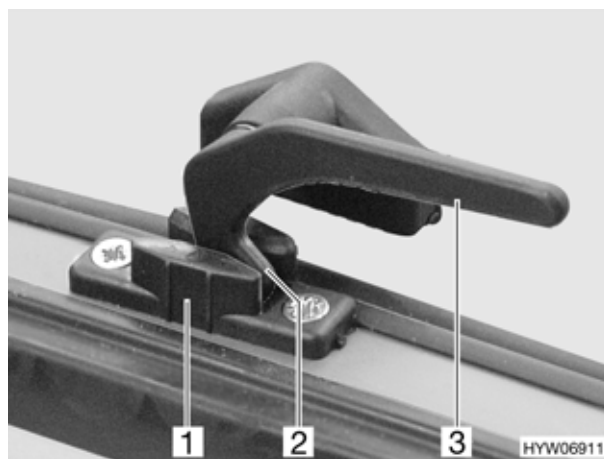

Fig. 41 Finestra apribile, maniglia in posizione di "aerazione continua" (variante 1)
- aerazione continua (Fig. 41)
- Aprire la maniglia (Fig. 41,3) della finestra apribile.
- Ruotare nuovamente la maniglia. Riportare contemporaneamente il nasello di chiusura (Fig. 41,2) nella rientranza della chiusura della finestra (Fig. 41,1).